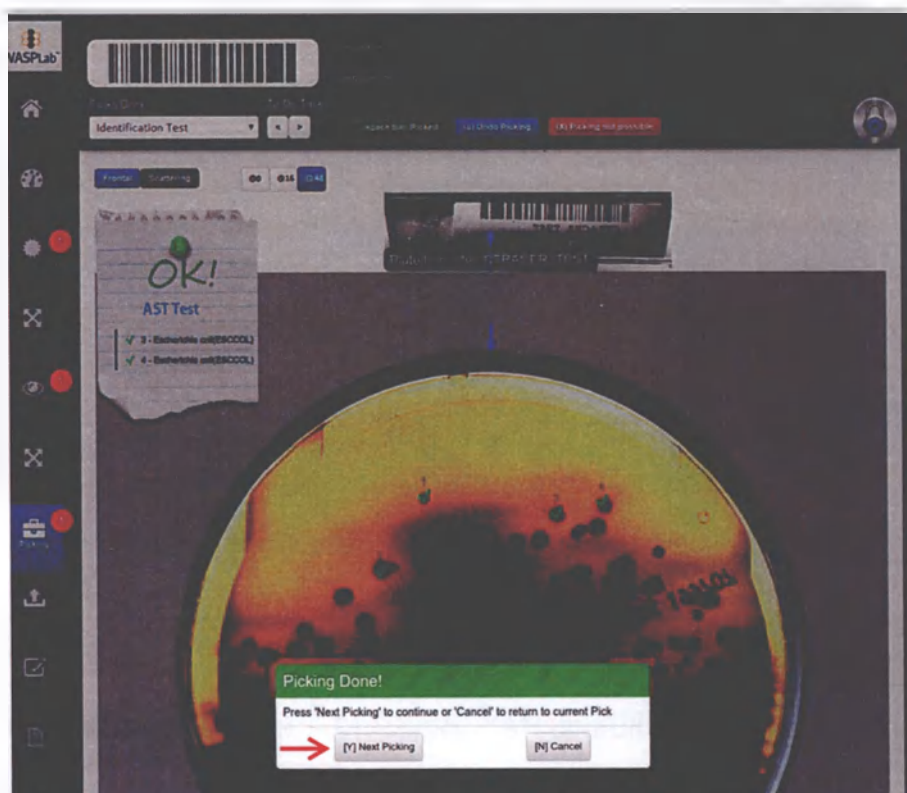

Рисунок 4.37 Задачи завершены
- Когда все задачи выделения, связанные с пластинкой, завершены, появится уведомление (Рисунок 4.37), для продолжения нажать **[Y] Next Picking** ([Да] следующее выделение) (или нажать Y или среднюю педаль **DONE**).